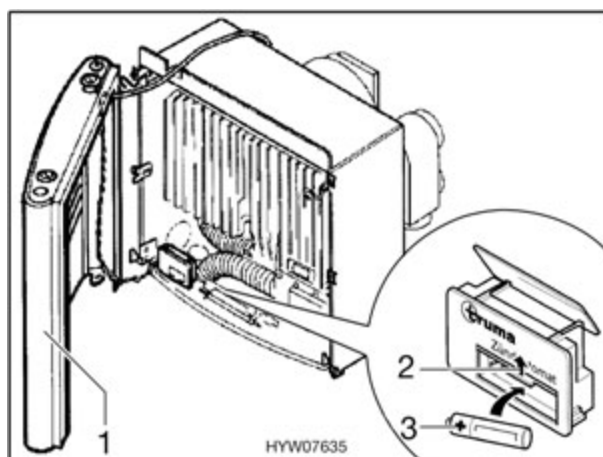

Fig. 92 Calefacción abierta
- Colocar a un lado el revestimiento (Fig. 92,1) para que no se tenga que desconectar el cable de conexión del ventilador de aire caliente y de la lámpara de control de encendido.
- Empujar la tapa del compartimento de pilas (Fig. 92,2) hacia arriba.
- Colocar pilas nuevas (Fig. 92,3) del mismo tipo con la polarización correcta (+/-). Utilizar únicamente pilas Mignon resistentes a la temperatura (+70 °C) y protegidas contra derrames.